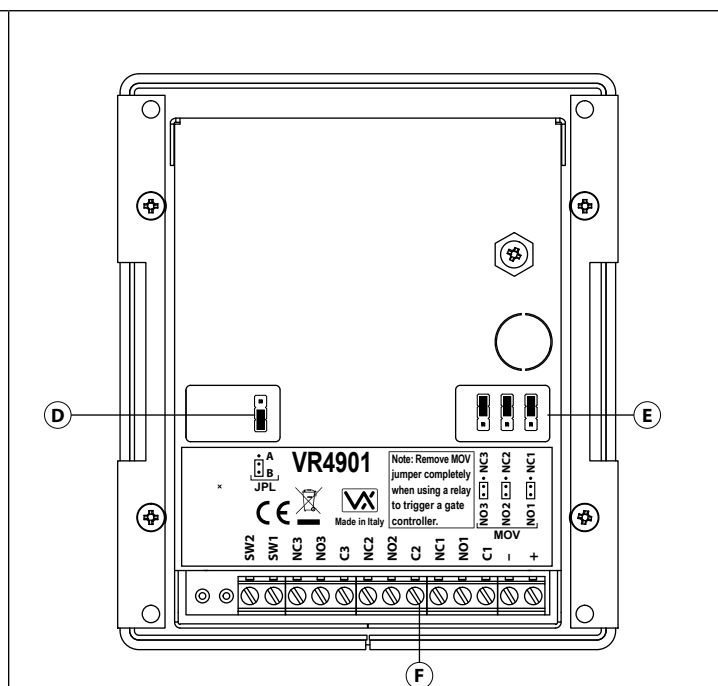

Fig. 2 Arrière
Le cavalier JPL (**Fig. 2, ④**) permet de régler la luminosité et de déterminer le fonctionnement des boutons rétro-éclairés. Il existe quatre réglages de la luminosité pour les boutons rétro-éclairés et deux modes de programmation (mode 1 et 2) pour le cavalier.